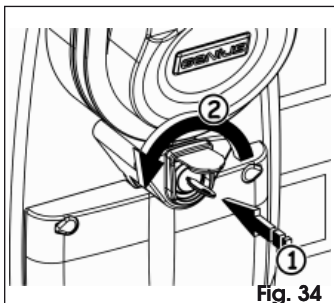

Fig. 34
1. Introduire la clé personnalisée et la tourner en sens inverse horaire sur "STOP" jusqu'à son arrêt, Fig. 34.